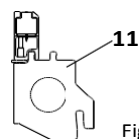

Fig. A5.07
- Към челния фиксатор SSL (11) в надлъжно направление. (Fig. A5.07)
Използвайте челния фиксатор SSL за настройка по височина при прехода от стандартно поле към зоната за къргене. (Fig. A5.07)